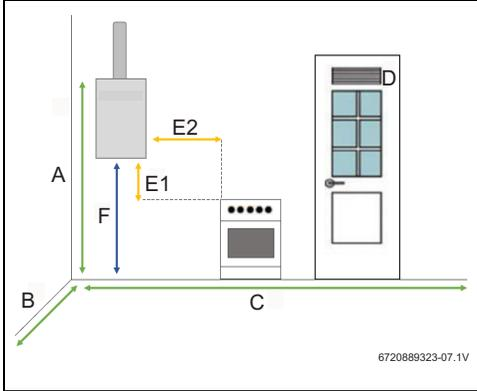

Fig. 24 Distancias mínimas
- ▶ Respetar las medidas mínimas de instalación indicadas en la Fig. 24.
- ▶ Garantizar un buen acceso para realizar los trabajos de mantenimiento respetando siempre las distancias mínimas indicadas en la Fig. 24.